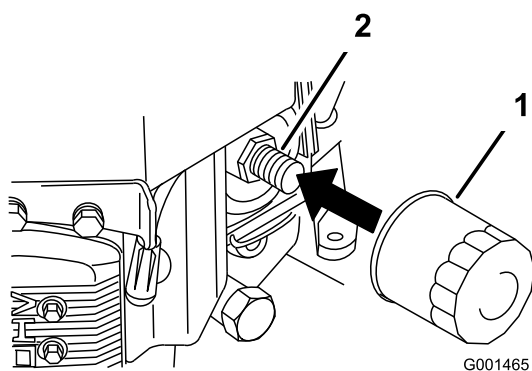

Figure 36
2. Retirez le filtre usagé (Figure 36).
3. Appliquez une fine couche d'huile neuve sur le joint en caoutchouc du filtre de rechange (Figure 36).
joint en caoutchouc touche l'adaptateur, puis serrez le filtre de 3/4 de tour supplémentaire (Figure 36).